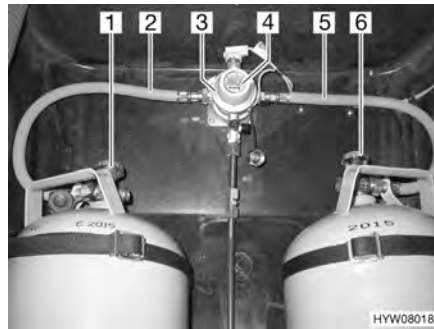
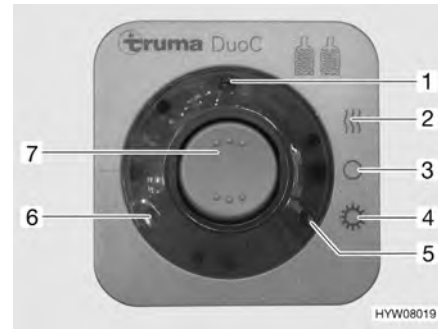

Fig. 99 Dispositif de commutation DuoControl
Fig. 100 Unité de commande
Le dispositif de commutation DuoControl est composé d'une valve de commutation (Fig. 99,3) et de l'unité de commande (Fig. 100). La valve de commutation est montée entre les lyres (Fig. 99,2 et 5). Un bouton rotatif (Fig. 99,4) situé sur la valve de commutation permet de définir laquelle des bouteilles de gaz est celle de service et laquelle est celle de réserve.
Seules les fonctions électriques peuvent être activées sur l'unité de commande (Fig. 100). Les robinets principaux des bouteilles de gaz (Fig. 99,1 et 6) doivent être ouverts manuellement.
La valve de commutation garantit une pression du gaz constante, indépendamment de la bouteille qui fournit le gaz. Les deux voyants de contrôle de l'unité de commande indiquent le niveau de remplissage de la bouteille de service. Lorsque le voyant de contrôle vert (Fig. 100,6) s'allume, la bouteille de service est entièrement chargée. Lorsque le voyant de contrôle rouge (Fig. 100,5) s'allume, la bouteille de service est vide. L'alimentation en gaz s'effectue également par la bouteille de réserve.
- Ouvrir les robinets principaux des bouteilles de gaz (Fig. 99,1 et 6).
- Choisir la bouteille de gaz avec le bouton rotatif (Fig. 99,4) de la valve de commutation (Fig. 99,3) à partir de laquelle le gaz sera utilisé principalement (bouteille de service).
- Mettre en marche le dispositif de commutation DuoControl sur l'unité de commande (Fig. 100).
Pour ce faire, régler le commutateur à bascule (Fig. 100,7) sur régime hiver "Marche et chauffage" (Fig. 100,2) ou bien sur régime été "Marche" (Fig. 100,4). La valve de commutation est maintenant désaérée. Le voyant de contrôle jaune (Fig. 100,1) s'allume si le régime hiver est sélectionné et l'installation de dégivrage est activée.
- Mettre le commutateur à bascule (Fig. 100,7) sur "O" (Fig. 100,3). Le voyant de contrôle jaune (Fig. 100,1) s'éteint.
- Fermer les robinets principaux des bouteilles de gaz (Fig. 99,1 et 6).
Affichage à distance Les voyants de contrôle de l'unité de commande (Fig. 100,5 et 6) signalisent à l'intérieur du véhicule si la bouteille de gaz est en état de marche.
Remplacement des bouteilles de gaz Si le voyant de contrôle vert (Fig. 100,6) s'éteint durant le fonctionnement et le voyant de contrôle rouge (Fig. 100,5) s'allume, la bouteille de gaz définie comme bouteille de service est vide et doit être remplacée. La bouteille de réserve alimente les appareils à gaz.